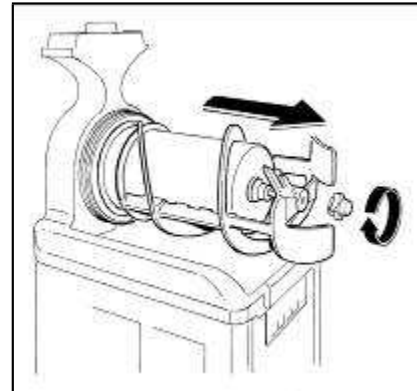

Abb. 31
- Schrauben Sie den Befestigungsmutter in Pfeilrichtung ab (Linksgewinde) und entnehmen Sie das Rührwerk und die Dichtungen (Abb. 31).